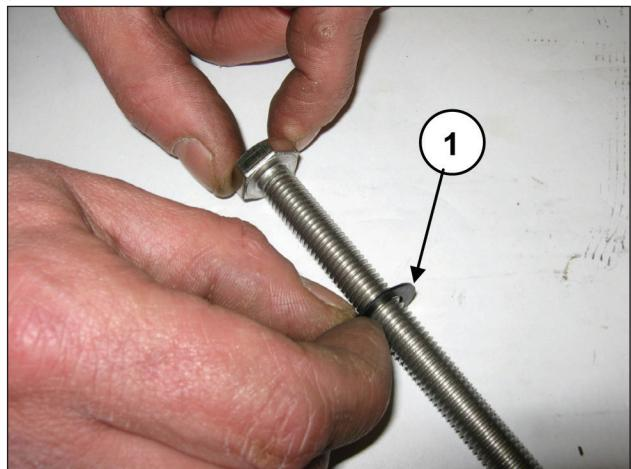

图146
将垫圈 $\varnothing 10 \times 18 \times 0.9$ 插入活塞固定螺丝（部件号①，图146）。